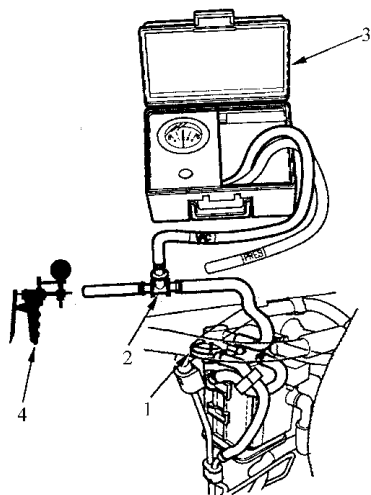

图 3-64 将真空表和真空泵连接在三通接头上
2) 从 ECAP 双通阀上断开蒸发管路。如图 3-64 所示, 将真空表和真空泵连接在三通接头上。